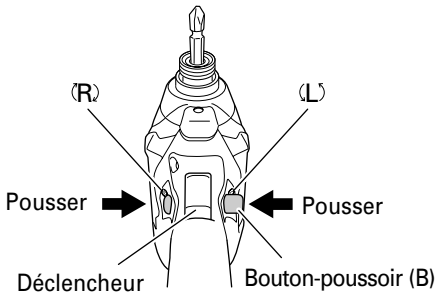

Fig. 8
La mèche tourne dans le sens horaire (vu de l'arrière) quand on appuie sur le côté R du bouton-poussoir (B). En appuyant sur le côté L du bouton-poussoir (B), la mèche tourne dans le sens anti-horaire. (Voir Fig. 8). (Les repères (L) et (R) sont marqués sur le corps.)